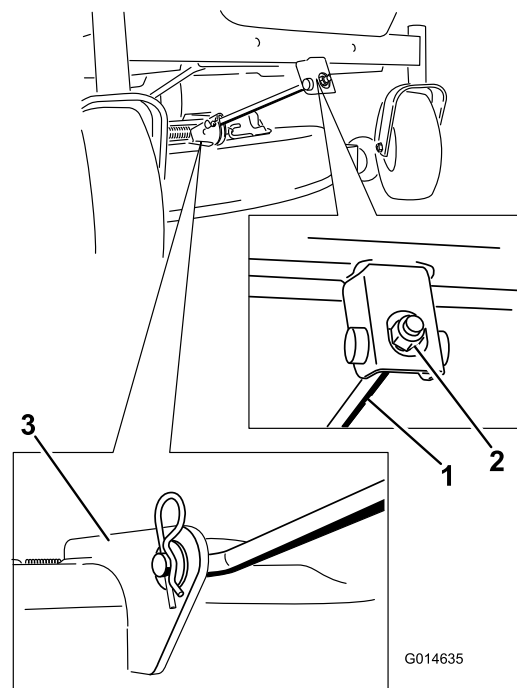

Figura 59
4. Retire el pasador de horquilla de la varilla de soporte delantera y retire la varilla del soporte de la carcasa (Figura 59). Baje cuidadosamente la parte delantera de la carcasa de corte al suelo.
6. Conecte la varilla de soporte delantera a la carcasa de corte con el pasador y la chaveta (Figura 59).